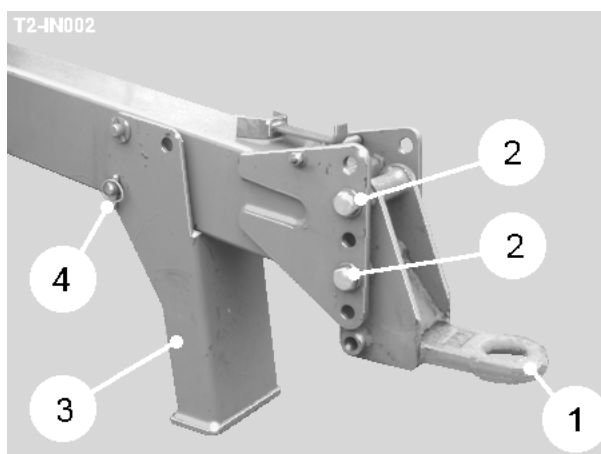

Fig 1
Élevez le moissonneur sur l'empêchement de pick-up. Le châssis du moissonneur devrait être nominativement égal. Si le châssis est dans un nez en haut attitude ou extrêmement nez en bas, l'oeil du drawbar (item 1, fig 1) devrait être ajusté en conséquence pour dédommager. Pour ajuster la place de l'oeil, enlevez les verrous (item 2, fig 1) et déplacez l'oeil à la place exigée. Radoubez l'oeil qui utilise un minimum de 2 verrous. L'oeil peut être rendu pour accomplir une deuxième gamme d'ajustements. La position (item 3, fig 1) est fournie afin que la machine soit tenue à une hauteur convenable pour accouplement sûr au tracteur. Lorsque la machine a été attachée solidement au tracteur, la position peut être pliée arrière dans la place active en enlevant l'épingle (item 4, fig 1), en tournant la position et alors ré-obtenant avec l'épingle.